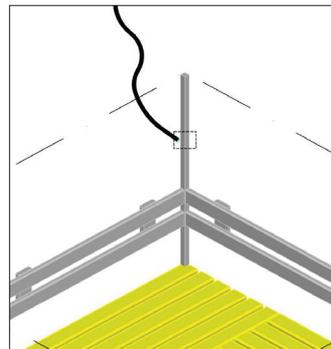

Abb. 4
- Führen Sie das Silikonkabel ($t_{\max} = 170^\circ\text{C}$) nach außen (Abb. 4).